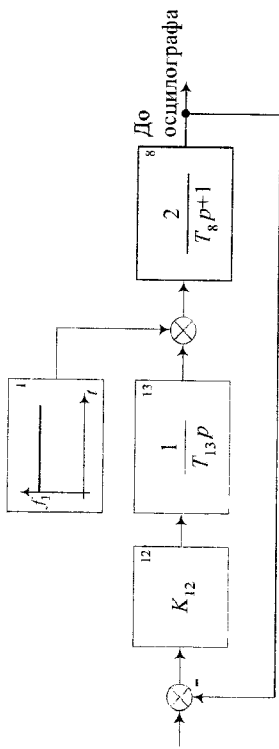

Рис. 10
1. Зібрати модель системи стабілізації за схемою, яка зображена на рис. 10.